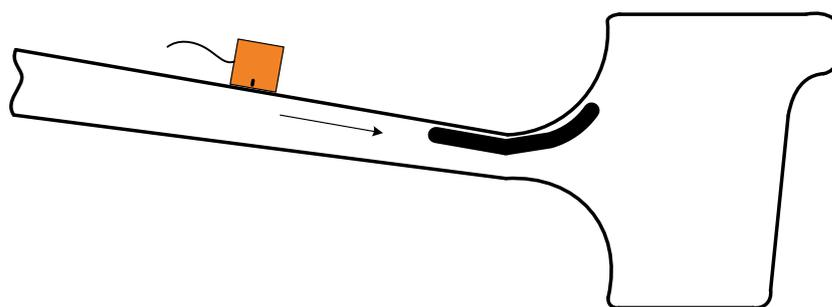

Рис.7.7.1. Схема установки преобразователя П121-1,25-90°-К16x12-ЖД на НО при проверке настройки по варианту WR.
- установить ПЭП на внутреннюю поверхность диска НО на расстоянии 90мм от обода, Рис.7.7.1.;